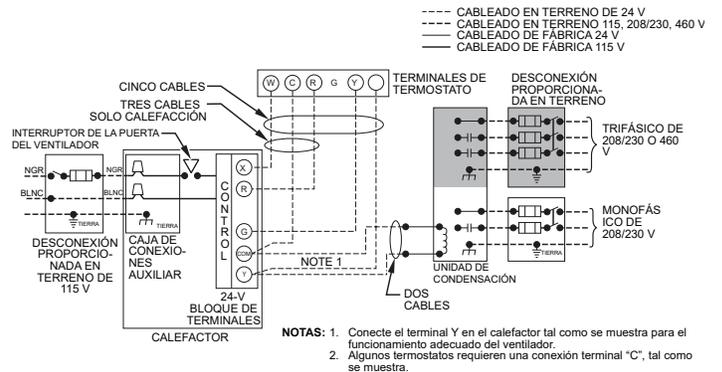
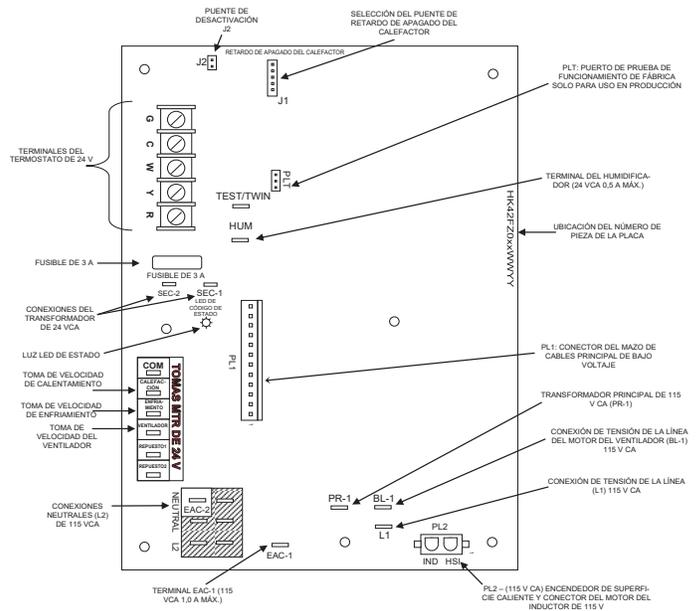

Fig. 33 – Diagrama de cableado monofásico típico A190079SP
Fig. 37 – Ejemplo de control monofásico del calefactor A190023SP
Consulte la Fig. 33 para ver un diagrama eléctrico in situ que muestra un cableado de 115 V típico. Compruebe que todas las conexiones de fábrica y realizadas sobre el terreno estén bien apretadas.
6. Conecte los cables de alimentación y neutro a los cables de alimentación del calefactor como se muestra en la Fig. 33.
- Conecte los cables de alimentación y neutro del sitio a los cables de alimentación del calefactor como se muestra en la Fig. 33.
Establezca las conexiones de 24 V in situ a la tira de terminales de 24 V. Consulte la Fig. 37. Conecte el terminal Y como se muestra en Fig. 33 para una función de enfriamiento adecuada. Utilice exclusivamente cable para termostato de cobre AWG número 18 con código de color.
El circuito de 24 V tiene un fusible de 3 A para automóvil situado en el control. Cualquier cortocircuito durante la instalación, el servicio o mantenimiento podría hacer saltar este fusible. Si hace falta reemplazar el fusible, utilice SOLO un fusible de 3 A de tamaño idéntico. Consulte la Fig. 37.
(Consulte la Fig. 38y la Fig. 37)